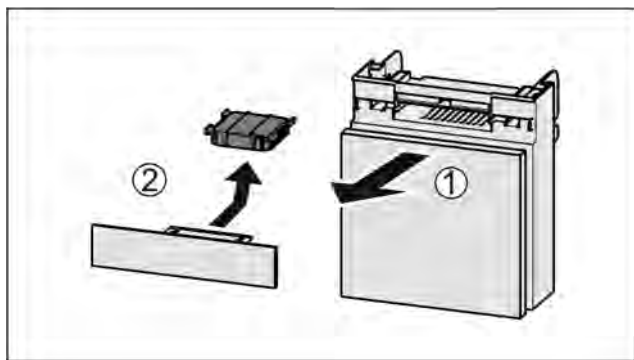

Fig. 36
- Вытянуть Fig. 36 (1) отделение движением вперед.
- Извлечь Fig. 36 (2) фильтр с активированным углем.